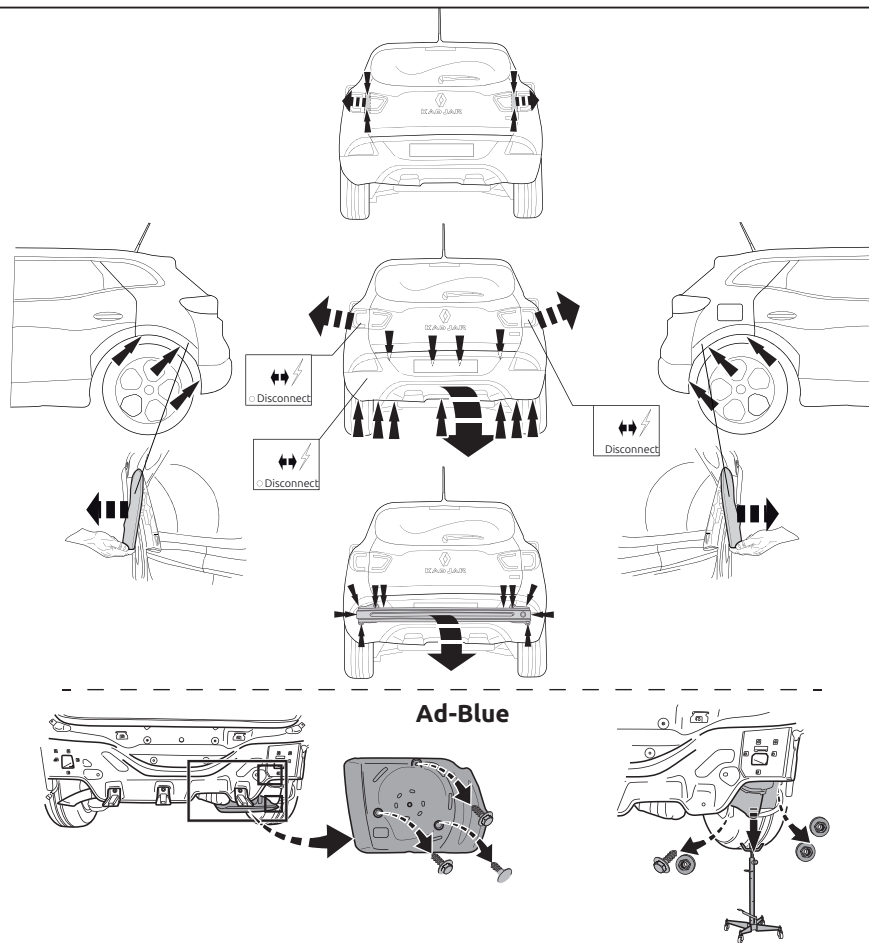

Fig. 1
1. Снять оба блока задних фар. Снять бампер вместе со стальным буферным брусом автомобиля. **Если имеется:** Опустить AD-Blue баке. См. рисунок 1.